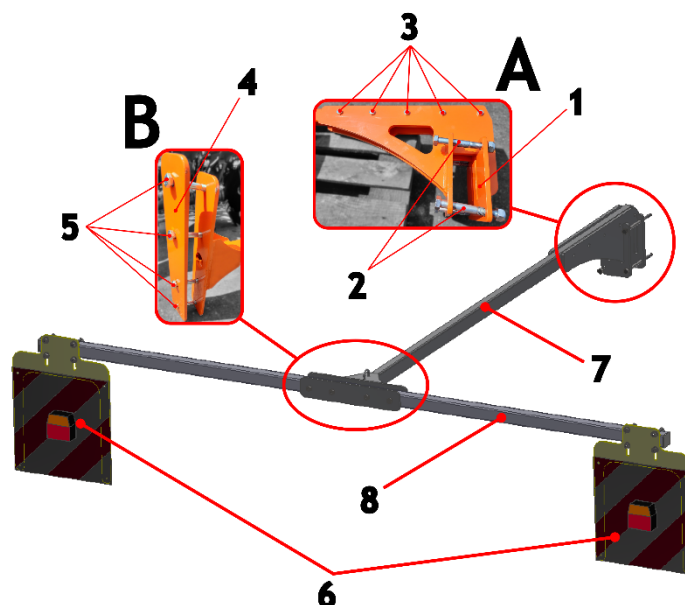

Figure 13 Structure du support d'éclairage pour déchaumeurs à disques repliables hydrauliquement
- 1) Commencer par monter l'élément de fixation du profil de support; (fig. 13, vue A) sur le châssis du déchaumeur,
- 2) □ Fixer le support à l'aide de la plaque et des boulons de fixation (fig. 13, pos. 1 et 2),
- 3) Visser le profil du support (fig. 13, pos. 7) sur l'élément de fixation à l'aide des boulons (fig. 13, pos. 3).
- 4) Monter la traverse d'éclairage (fig. 13, pos. 8) à l'extrémité du profil du support, à l'aide du support de fixation (fig. 13, vue B),
- 5) Assembler la traverse d'éclairage avec le support à l'aide de la plaque et des boulons de fixation (fig. 13, pos. 4 et 5),
- 6) Fixer les panneaux d'éclairage (fig. 13, pos. 6) aux extrémités de la traverse, à l'aide des colliers et des écrous.